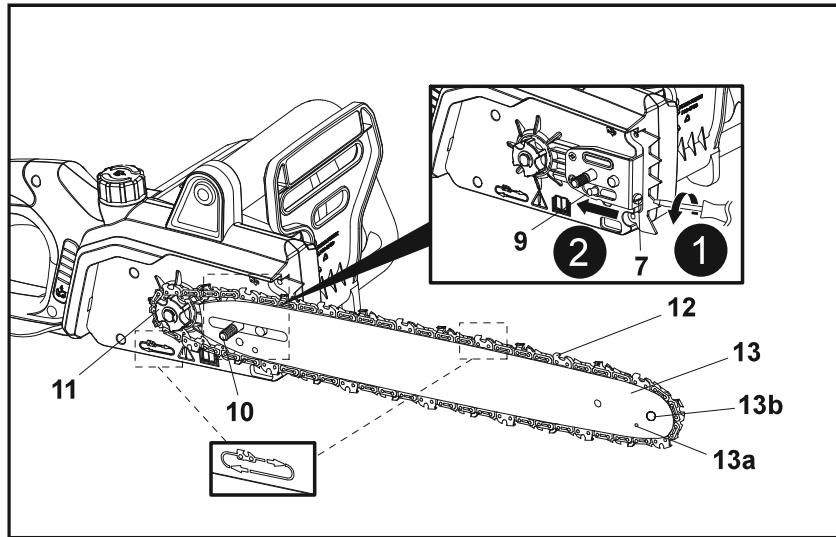

Fig. 3
5. Alinhe o conjunto da corrente (12) e da guia (13) com a roda dentada de acionamento (11) e o parafuso de fixação (10). Coloque a corrente (12) em torno da roda dentada de acionamento (11) e, em seguida, baixe a guia (13) para instalar no parafuso de fixação (10) (Fig. 3).
6. Certifique-se de que o pino de aperto (9) está inserido no orifício inferior da guia (13). Aperte totalmente o parafuso tensor (7) para a esquerda para ajustar o pino de aperto (9) à extremidade da ranhura com uma chave de parafusos adequada (não fornecida).